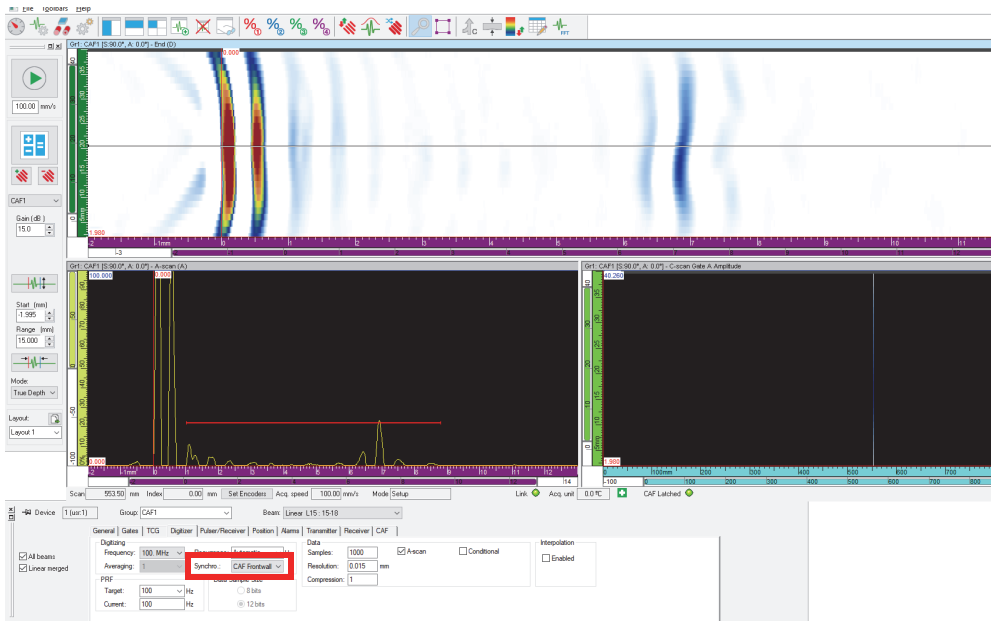

Figure 4-61 CAF synchronisé
9. Sélectionnez **Paramètres UT > Numériseur**, synchronisez (Figure 4-61 à la page 163) le groupe CAF avec l'algorithme, puis définissez l'étendue UT.